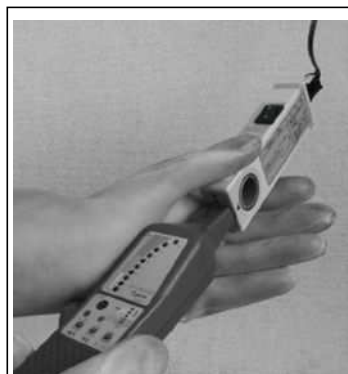
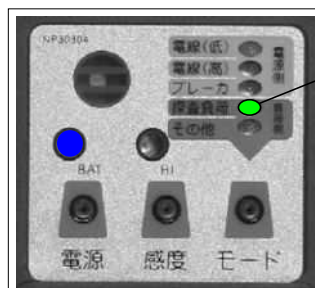

図7
図10
- 図7のように探査用負荷の指定探査ポイント（）へ受信器の先端中心を当てます。探査ポイントからずれたり、上下左右へ傾く程、探査感度が悪くなります。
（注）受信器が、電力量計と計器箱の隙間に入らずに探査できない時は、図10のように電力量計の端子カバーを外し、電源側端子部または負荷側端子部の相間に探査用負荷を接続し、探査用負荷のCHECK POINT部（P6図7参照）へ受信器を当てて探査してください。（この場合のモード切替は「探査負荷」に設定）